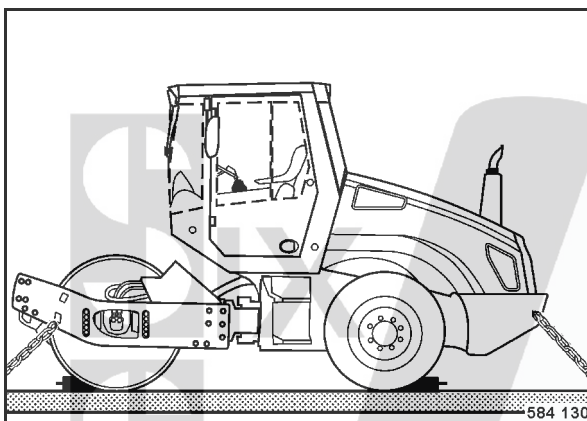

fig. 70
- Arrimer la machine sur le moyen de transport (fig. 70) par les quatre oeilllets des châssis avant et arrière.